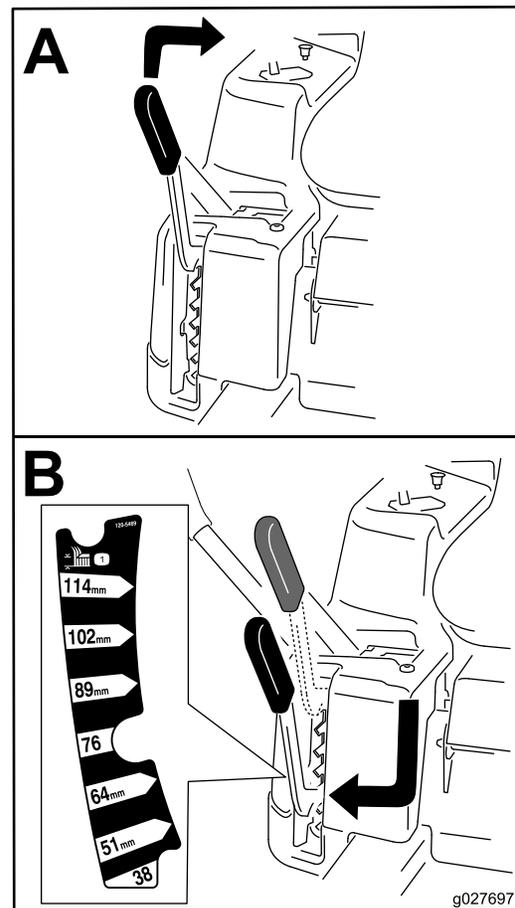

Figura 27
**Nota:** A posição de transporte é a posição da altura de corte mais elevada ou a altura de corte de 115 mm, como se mostra na Figura 27.
A altura do corte é controlada pela alavanca que se encontra do lado direito da posição de funcionamento (Figura 27).